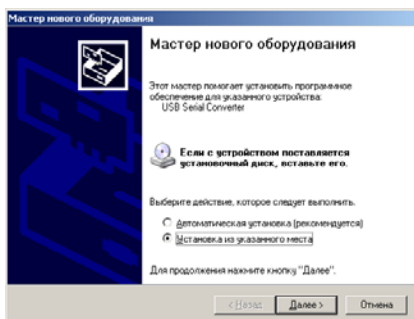
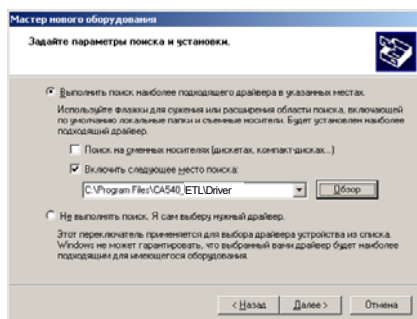

Рисунок 8.9
Рисунок 8.10
2) После включения ПК на экране появится сообщение, а затем окно программы установки нового оборудования (рисунок 8.9).
3) Установить драйвер Блока сопряжения универсального, для чего в окне (рисунок 8.9) щелкнуть в поле "Установка из указанного места", а затем по кнопке **Далее >**. На экране появится окно (рисунок 8.10). Щелкнуть по кнопке **Обзор** и выбрать папку C:\Program Files\CA640\Driver.